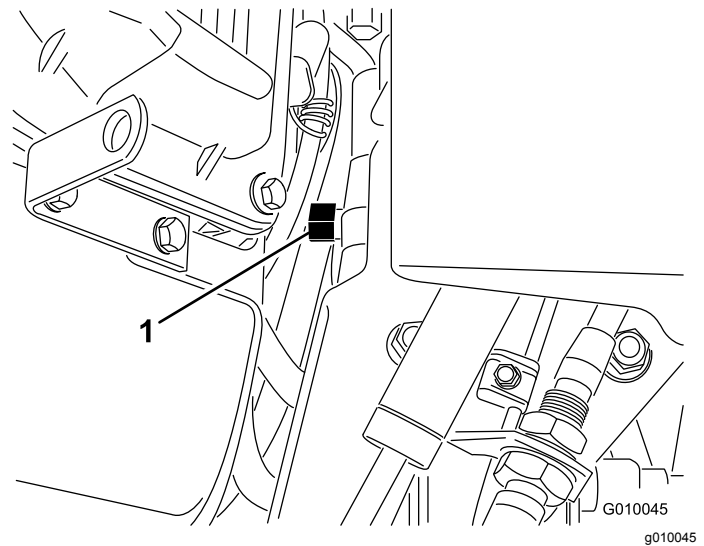

Bild 31
5. Drehen Sie das Sicherheitsventil um eine Umdrehung nach rechts (Bild 31), wenn Sie die Maschine erneut verwenden möchten.
2. Finden Sie das Sicherheitsventil zwischen der Motor und der hydrostatischen Pumpe (Bild 31).
3. Drehen Sie das Sicherheitsventil mit einem Schlüssel (5/8") eine Umdrehung nach links. So kann das Hydrauliköl an der Pumpe vorbei fließen, und die Räder können sich ungehindert drehen (Bild 31).